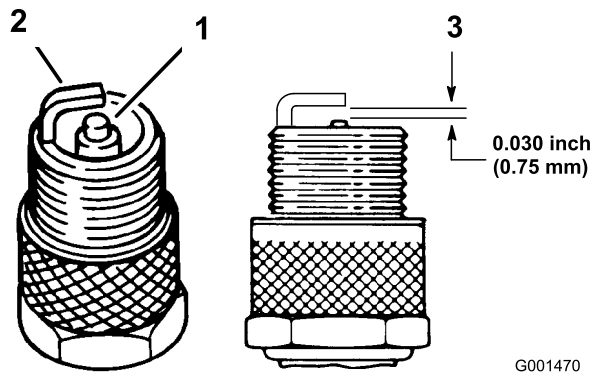

Figura 31
1. Mire la parte central de las bujías (Figura 31). Si se observa un color gris o marrón claro en el aislante, el motor está funcionando correctamente. Si el aislante aparece de color negro, significa que el limpiador de aire está sucio.
3. Compruebe la distancia entre el electrodo central y el electrodo lateral (Figura 31). Si la distancia no es correcta, doble el electrodo lateral (Figura 31).
3. Conecte los cables a las bujías (Figura 31).